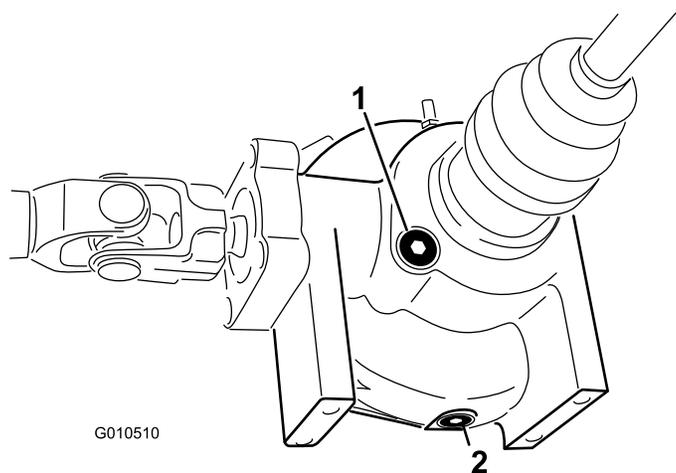

Рисунок 55
2. Очистите область вокруг сливной пробки на боковой стороне дифференциала (Рисунок 55). Подставьте под сливную пробку сливной поддон.